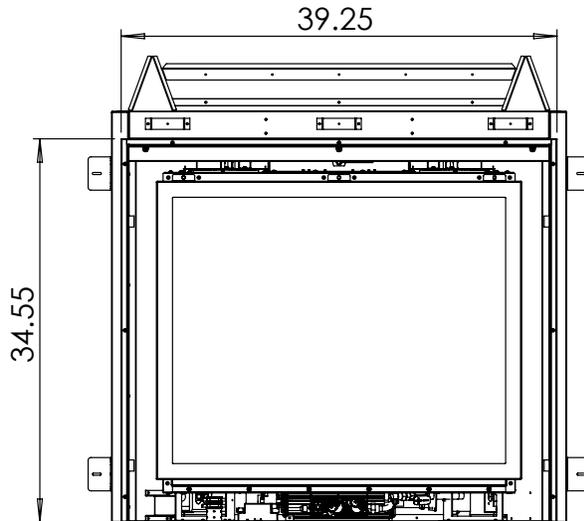

Figure 39: Bordure de finition extérieure Dims
**Option D'encadrement 1: Décharge à L'avant (installations encastrées)** - Construire la charpente d'une manière qui offre un espace minimum de 41 1/2 pouces (1054mm) par 2 pouces (51mm) au sommet du mur opposé. Il est essentiel que ces dimensions soient respectées et ne pas s'en écarter lors de l'utilisation de matériaux combustibles à l'intérieur du châssis (voir Figure 39).